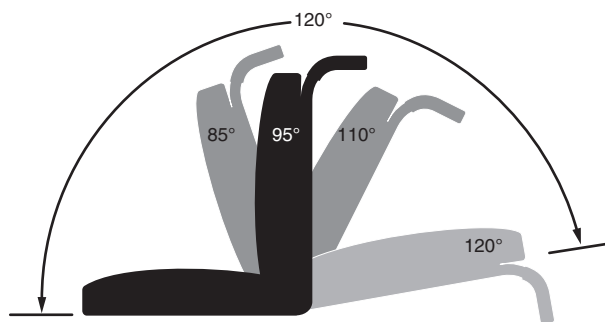

Figure 12. Option d'inclinaison manuelle—angles d'inclinaison minimum et maximum
Si votre siège TB-Flex est équipé de l'option inclinaison manuelle, vous pouvez régler le dossier à des angles allant de la position inclinée minimum (85° à partir de la base du siège) à la position d'inclinaison maximum (120° à partir de la base du siège). **Voir la figure 12.** Lorsque le siège est incliné à plus de 110°, le système d'inhibition sera activé. Le retour du siège à un angle inférieur à 110° rétablira l'alimentation au moteur.
2. Presser le poignées de libération de l'inclinaison, et positionner le dossier à l'angle désiré. **Voir la figure 12.**